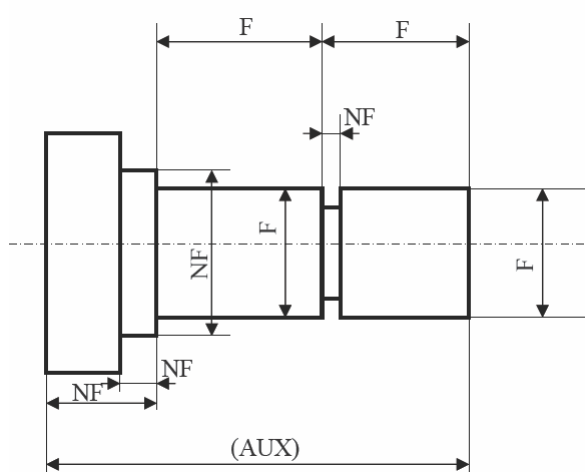

Figura 4.6. Clasificarea cotelor din punct de vedere al rolului cotei în funcționarea pieselor
a) După rolul cotei în funcționarea pieselor (figura 4.6);
- cote funcționale (F) – sunt acele cote esențiale pentru funcționarea piesei;
- cote nefuncționale (NF) – sunt acele cote care nu sunt esențiale pentru funcționarea piesei, dar sunt necesare pentru execuția acesteia;